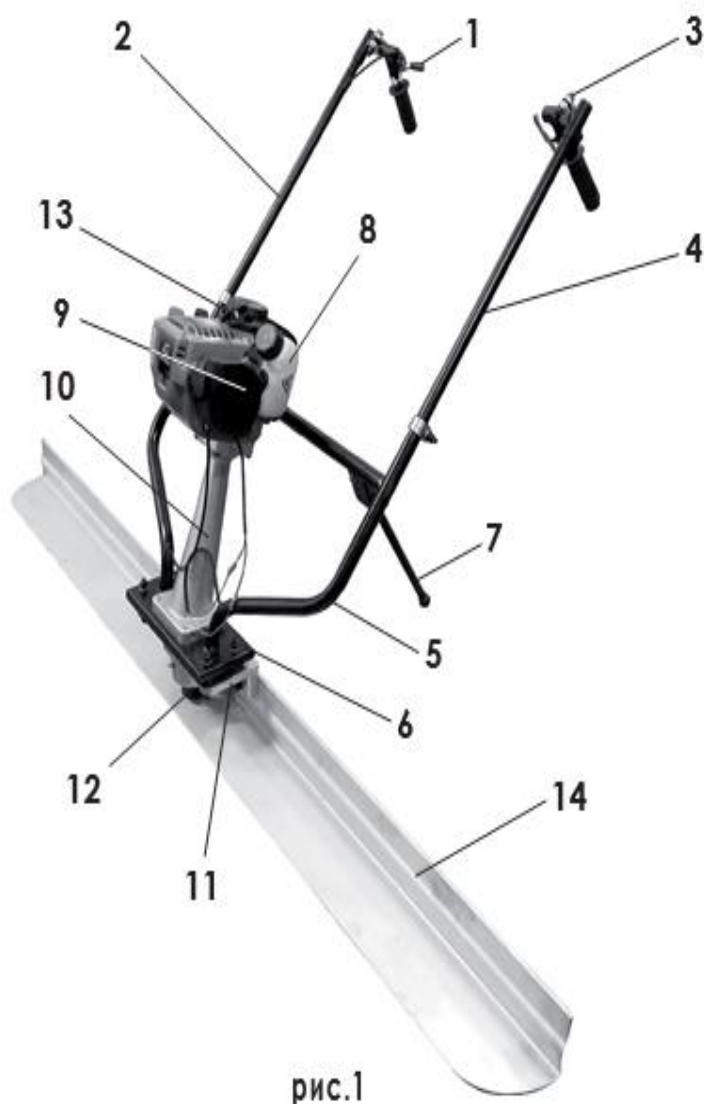

рис.1
представлен на *Рис.1*
Основным несущим узлом виброрейки является металлическая трубчатая рама (рис.1 поз.5), выполненная заодно с основанием (рис.1 поз.6). Сверху к основанию крепится стойка двигателя (рис.1 поз.10), внутри которой расположен приводной вал. Снизу к основанию крепится корпус вибратора (рис.1 поз.11), внутри которого расположен эксцентриковый механизм. Корпус вибратора крепится к вертикальной части выравнивающей рейки (рис.1 поз.14) и опирается амортизатором (рис.1 поз.12) на ее горизонтальную часть.
В корпусе вибратора (рис.1 поз.11) на подшипниках смонтированы вал и эксцентриковый груз, вращение которых передает вибрацию на выравнивающую рейку.
Откройте крышку топливного бака (рис.1 поз.8). Заливайте бензин в топливный бак не более чем на 1 см ниже уровня основания заливной горловины. Перед запуском двигателя тщательно протрите крышку бензобака, удалив возможные при заправке брызги топлива.
- перевести рычаг газа (рис.1 поз.1) в положение холостого хода;